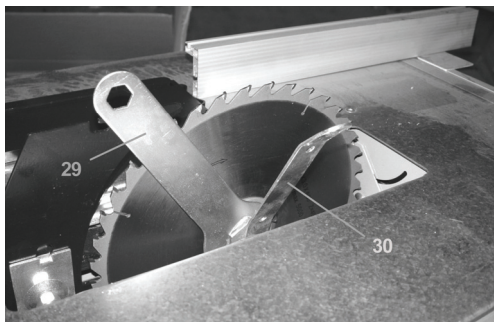

Abb. 26
- Verwenden Sie die speziellen Werkzeuge 29 und 30 um die Schraube zu lösen mit der das Sägeblatt fixiert ist (siehe Abb. 26).